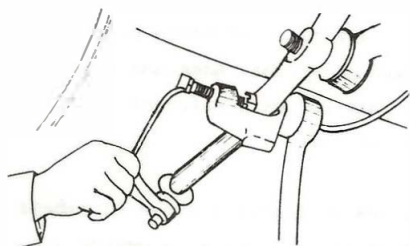

Fig. 4
- b. Desconecte la barra intermedia de las barras regulables (fig. 4).